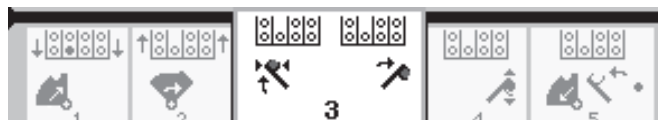

Figura 32
6. Suelte el interruptor basculante para continuar con el paso siguiente de la secuencia (Figura 32).